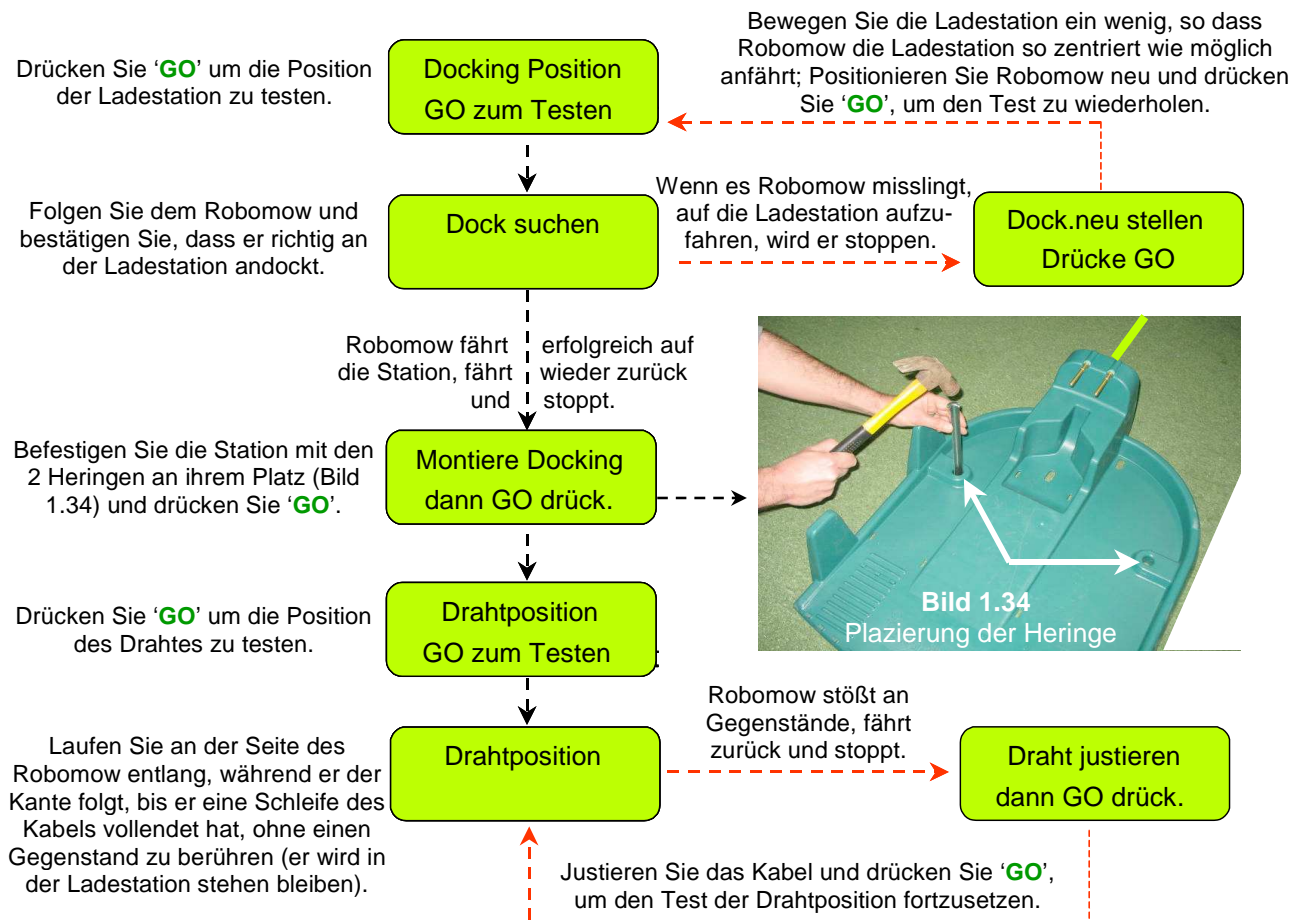

Abbildung 1.35
- Folgen Sie den Anweisungen in Bild 1.35, um den Test der Ladestation zu fertig zu stellen: